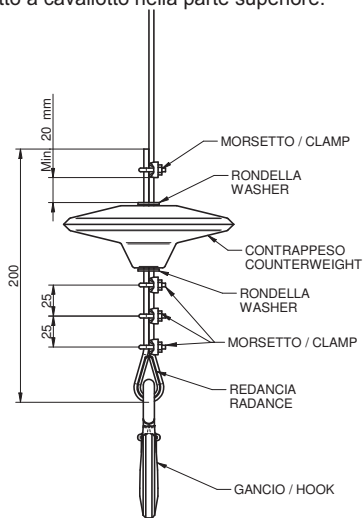
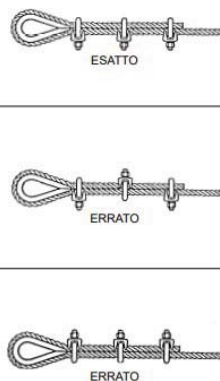

Fig. 4.7
Fig. 4.8
6.2) Fig.4.7 Con tre morsetti a cavalletto nella parte inferiore del contrappeso montati come nella Fig.4.8 (corretto) dell'immagine sotto ed un morsetto a cavalletto nella parte superiore.